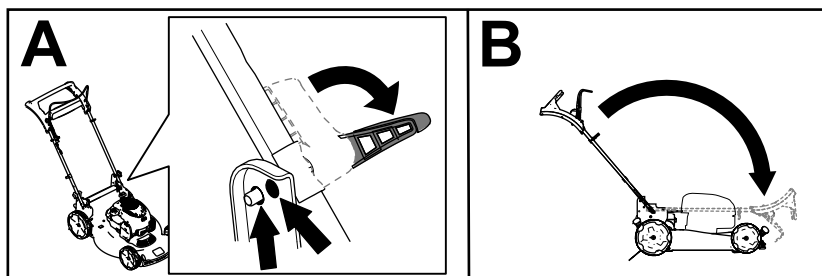

Figura 23
2. Abra las palancas de bloqueo del manillar hasta que pueda mover libremente la sección superior del manillar (Figura 23, A).
3. Pliegue el manillar hacia adelante del todo (Figura 23, B).